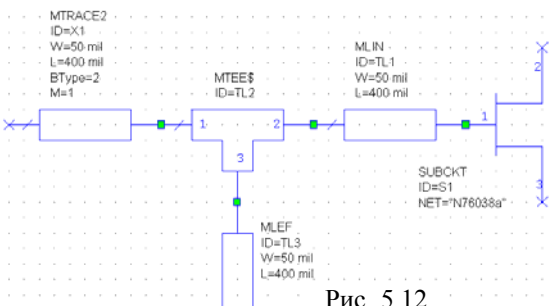

Рис. 5.12
7. Перетащите элемент **MLEF** в окно схемы, щёлкните три раза правой кнопкой мышки, чтобы повернуть элемент, поместите его на узел **3** элемента **MTEES** и щёлкните левой кнопкой мышки, чтобы зафиксировать (рис. 5.12).